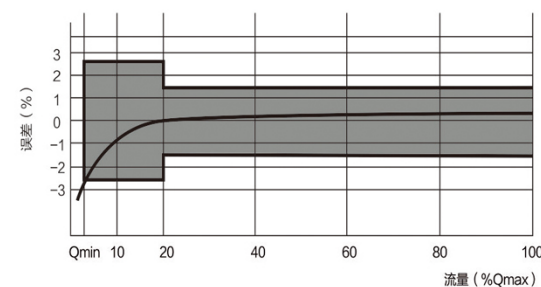
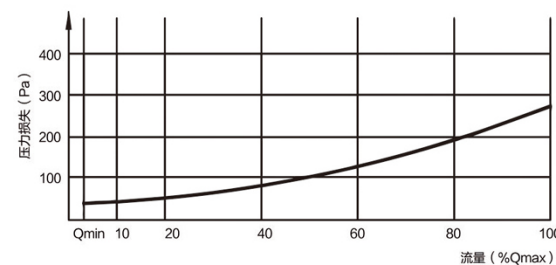

图 3 误差特性曲线图
图 4 压损曲线图
- IC卡标准体积量信号 (IC)：以脉冲信号串方式输出，周期分别为5ms、500ms，脉冲幅值约为3V，常态为低电平，可根据用户要求设为高电平，传输距离 $\leq 50m$ ，每一个脉冲分别代表0.1 m^3 、1 m^3 、10 m^3 ，适合与IC卡系统配套使用；
4.6 典型误差特性曲线与压损曲线见图3、图4